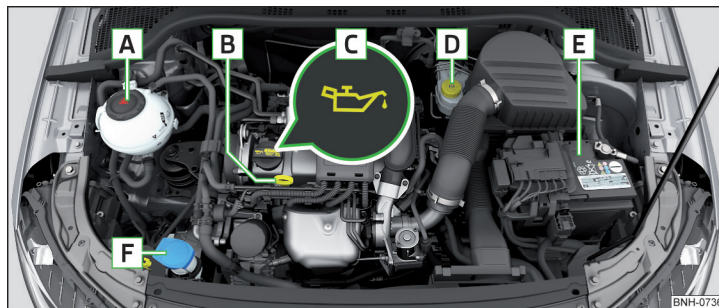

Fig. 232 Exemplu de dispunere în compartimentul motor
- › Deșurubați capacul orificiului de umplere cu ulei **C** » fig. 232 la pagina 206.